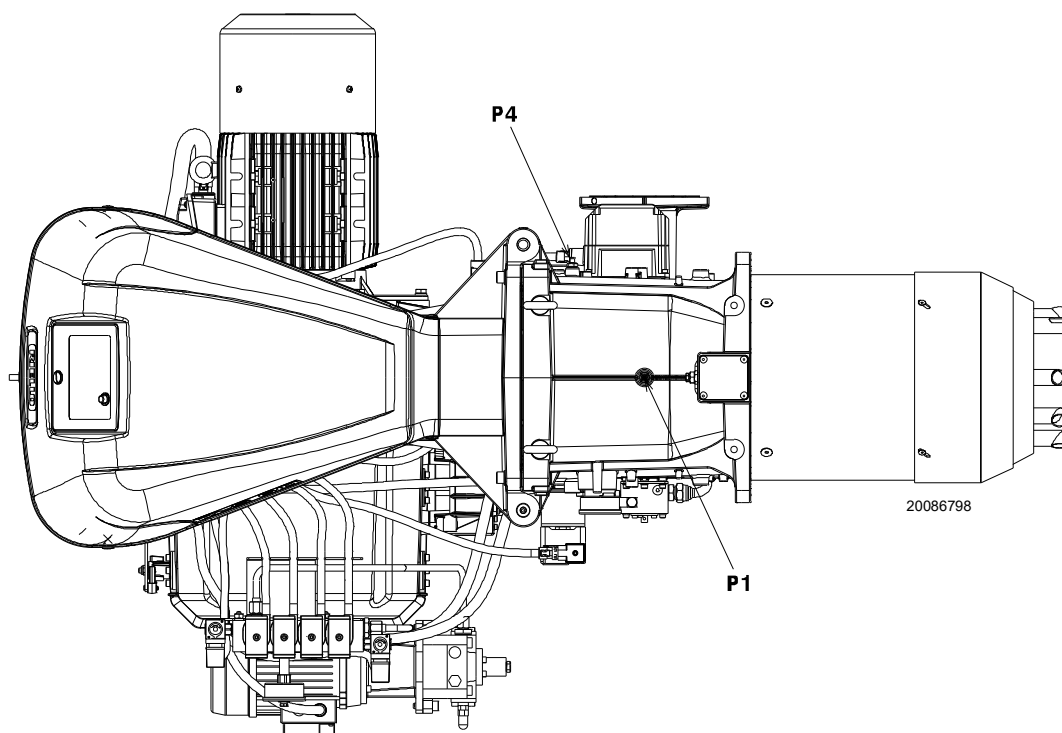

Рис. 27
Давление газа, измеренное на штуцере P1) (Рис. 27 на стр. 30), при:
- вычитите из давления газа на штуцере P1(Рис. 27 на стр. 30) давление в камере сгорания.
(Рис. 27 на стр. 30) = 24,3 мбар
Для того чтобы узнать давление газа, необходимое на штуцере P1) (Рис. 27 на стр. 30), определив максимальную мощность, при которой должна работать горелка:
- Посмотрите справа в столбце 1 давление на штуцере P1) (Рис. 27 на стр. 30).
необходимое давление на штуцере P1) (Рис. 27 на стр. 30).